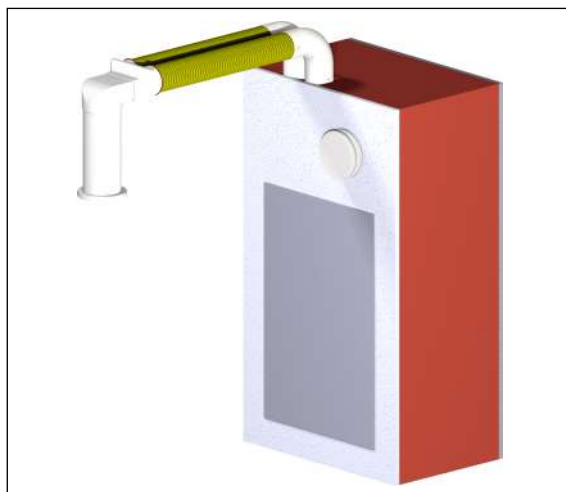

Abb. 5: Wandintegrierte Montage U² mit Kanalanschluss
- Wandintegrierte Montage U² mit Kanalanschluss (siehe Abb. 5 auf Seite 6)